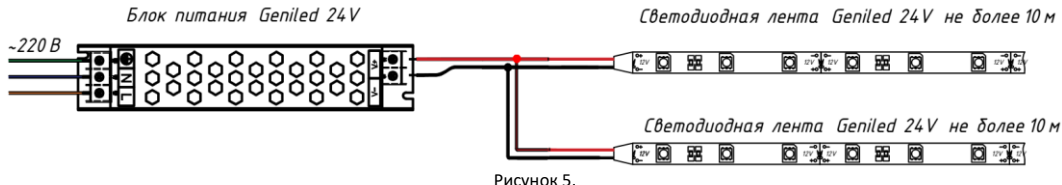
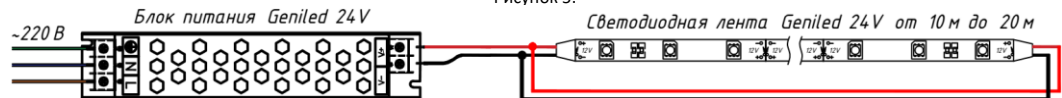

Рисунок 5.
Рисунок 6 – Варианты подключения.
5.6. Если необходимо подключить более 10 метров ленты, то необходимо выполнить параллельное подключение дополнительной ленты к блоку питания (см. рисунок 5). Либо подключите ленту с двух сторон к блоку питания («кольцевание») (см. Рисунок 6).